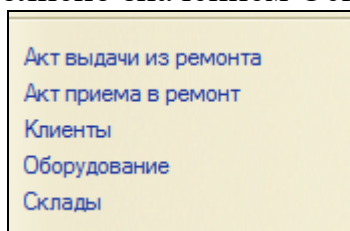

Рис. 43. Список ссылок меню системы
- Список ссылок, представленный слева, выглядит не очень красиво (рис. 43).